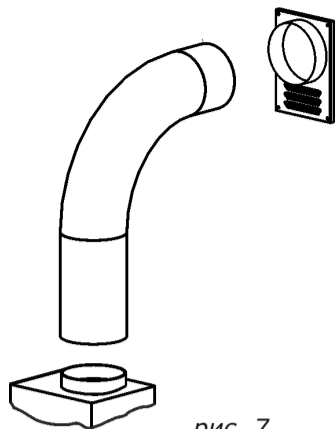
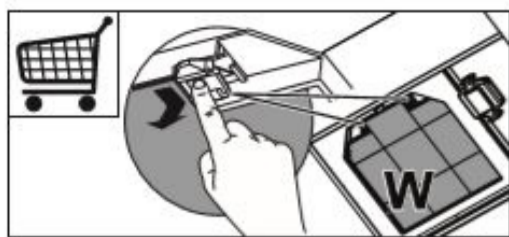

рис. 7
рис. 8
6.2 В зависимости от режима эксплуатации кухонной вытяжки соедините вентилятор с вентиляционной решеткой (рис. 7) полужестким гофрированным воздуховодом (либо его аналогом) или установите угольные фильтры (рис. 8).